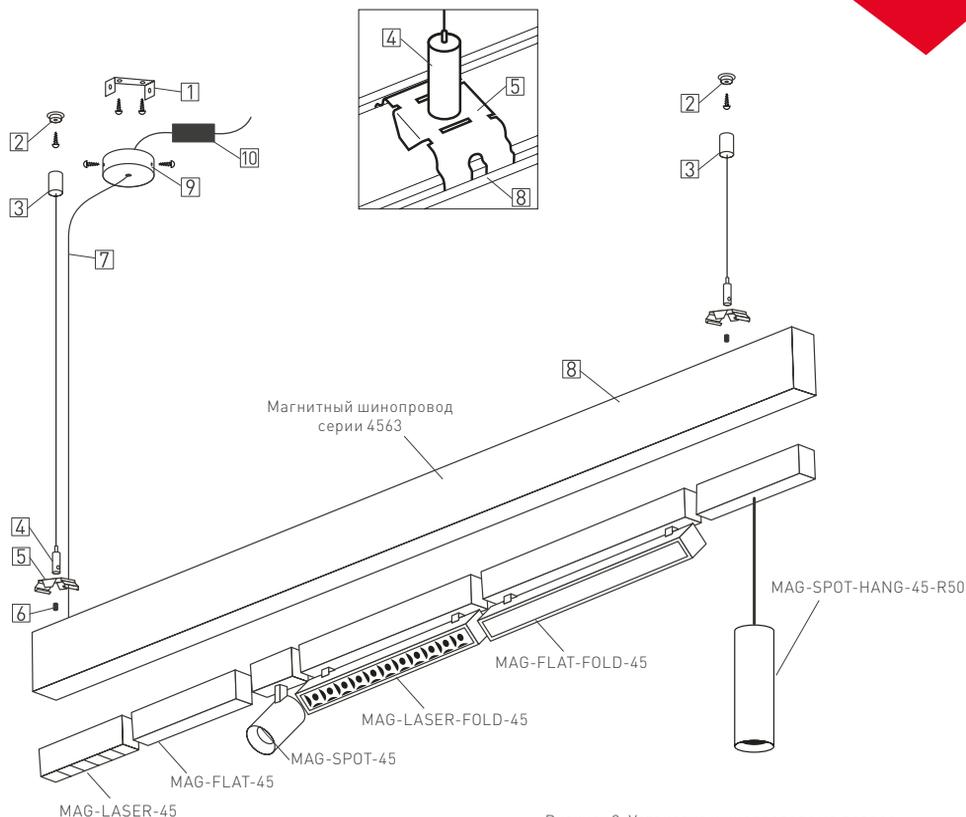

Рисунок 3. Установка шинпровода на подвес.
- 3.6. Закрепите на монтажной поверхности резьбовые втулки [2] из комплекта «Подвес MAG-HANG-45» и наверните на них ответные части с прорезями в них тросом [3] (здесь и далее см. рисунок 3).